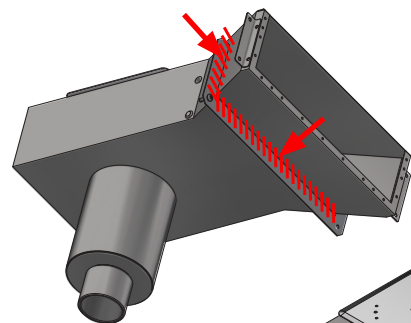

Figura 10.
2. Applicare sigillante adatto nella giuntura tra flangia da murare e alloggiamento dello skimmer (vedere figura 10).